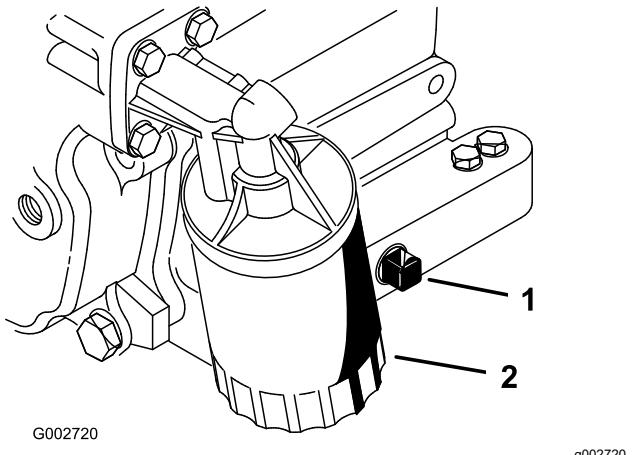

Figura 28
2. Togliete il tappo di spurgo (Figura 28) e lasciate defluire l'olio in una bacinella. Quando l'olio cessa di defluire, rimontate il tappo.
3. Togliete il filtro dell'olio (Figura 28).